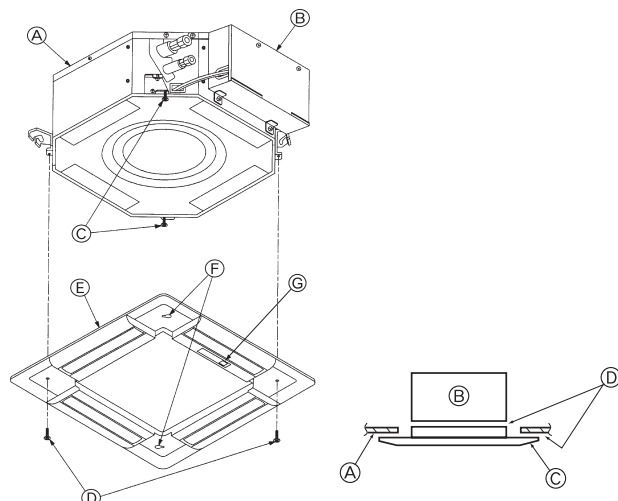

Fig. 5-6
5.3.2. Vorläufige Installation des Gitters (Fig. 5-6)